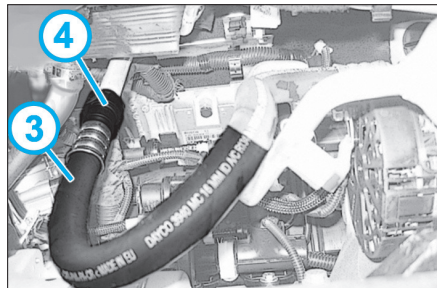

Fig. 3
- débrancher la durit (3) du raccord (4) (Fig.3),